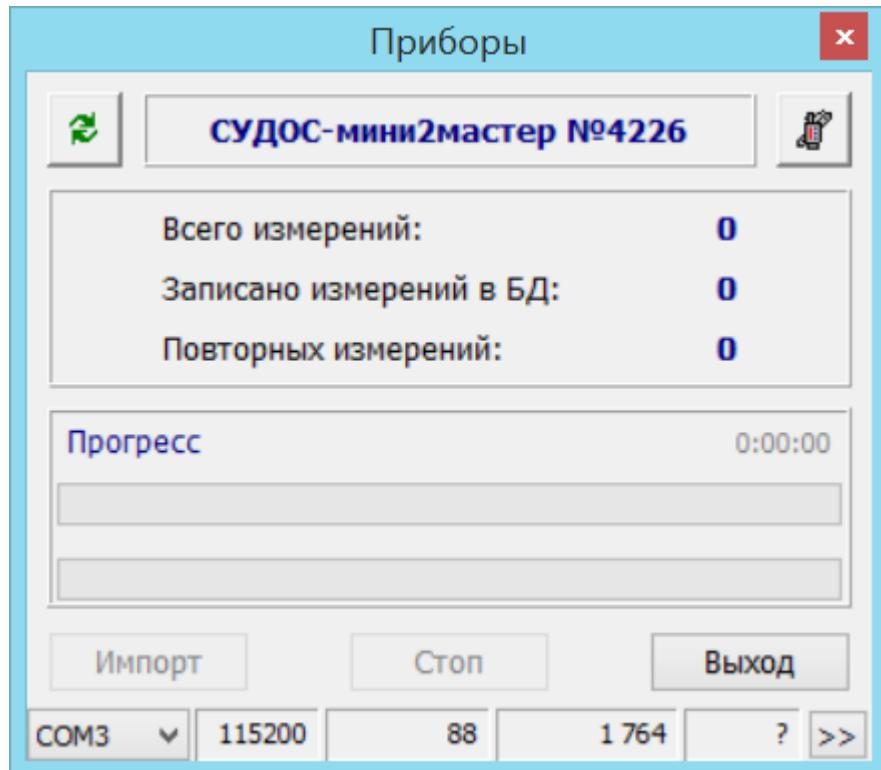

Рисунок 10
4) В базе данных компьютера запустите процедуру импорта. Выберите номер СОМ-порта, соответствующий подключенному USB. В примере это СОМ3 (см. рисунок 10).